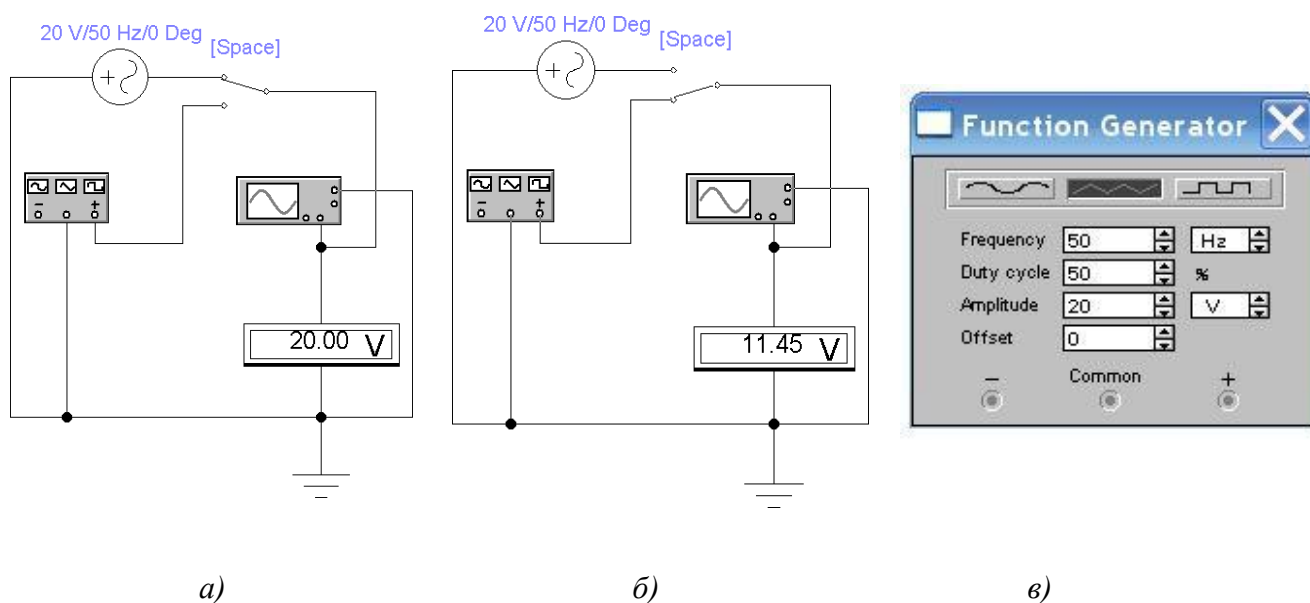

Рис. 1. Схема електричного кола з генератором синусоїдального струму – а, функціональним генератором (ФГ) – б, панель ФГ – в.
1. У програмі EWB скласти електричне коло, що має функціональний генератор, який утворює синусоїдну, трикутну і П-подібну гармоніки, ідеальний генератор змінної напруги, перемикач [Space], вольтметр V та осцилограф (рис. 1).